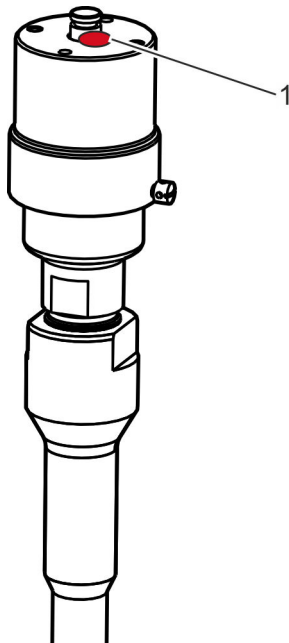

Abb. 27: Lackpunkt anbringen
3. ➤ Führungsstück mit Lackpunkt (Abb. 27/1) in seiner Position markieren.